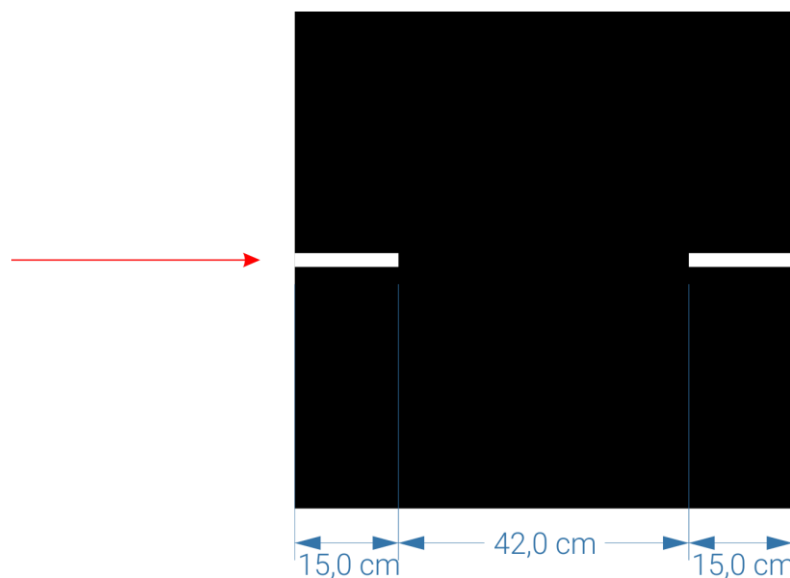

Figura 10. Área de parada.
- VII. A área de parada, presente no fim de cada percurso, consiste em um trecho de $42,0 \pm 5,0$ cm sem marcações (Figura 10), limite no qual o robô deverá parar completamente, sem intervenção humana. Caso o robô não pare no local delimitado, o último trecho será desconsiderado. Haverá um percurso reto de pelo menos 15,0 cm antes e depois desta área.